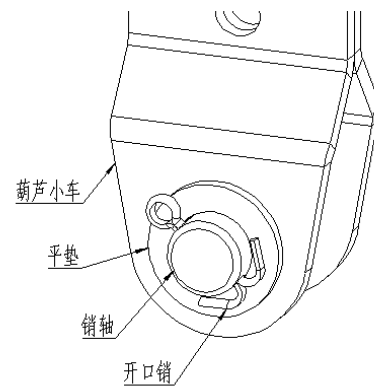

图 4D
4.6 折弯开口销（如图 4D）。
4.11 如果葫芦吊钩太大，或者悬挂装置不仅是吊钩，那么拆下主梁小车上的中心销轴（图 4E），再安装悬挂装置。将开口销插回到原位置，并且折弯开口销（图 4D）。